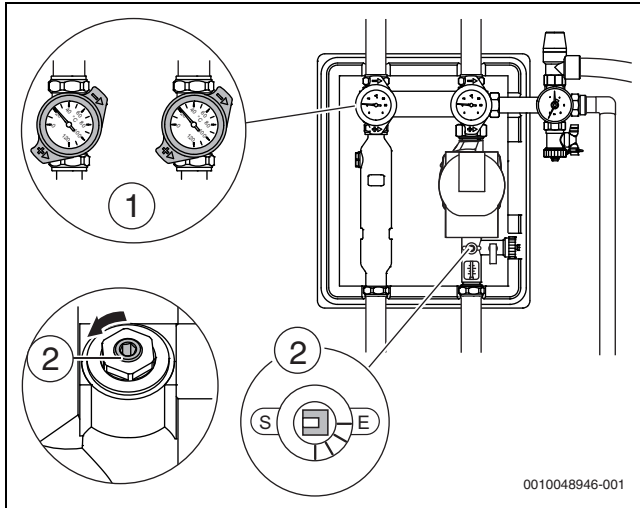

Bild 42 Geöffnete Absperreinrichtungen
- Kugelhähne (→ Bild 42, [1]) an den Thermometern auf 45° stellen und den Durchflussbegrenzer (→ Bild 42, [2]) sowie andere Absperreinrichtungen öffnen.